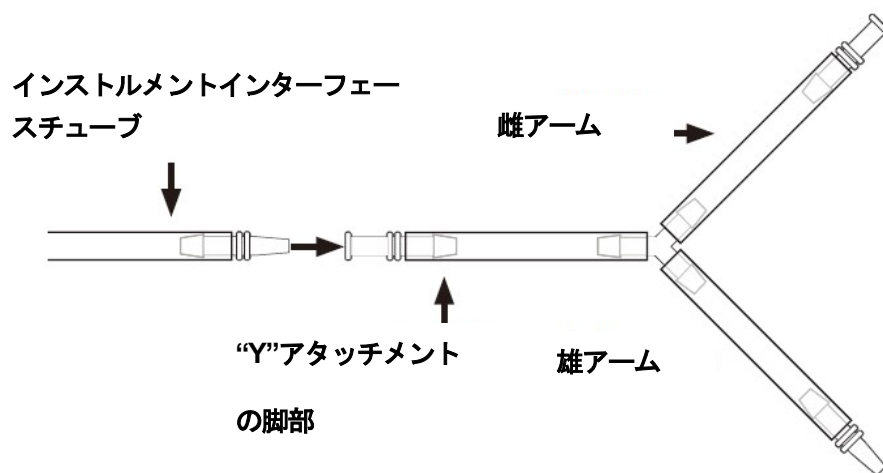

図7-1：デュアルリンス“Y”アタッチメントの取付け
7.1.1 インストルメントインターフェースチューブを“Y”アタッチメントの脚部に接続します。（図7-1参照）。
7.1.2 リンスする器具の雄ルアーフィッティングを“Y”アタッチメントの雌アームに接続します（図7-1参照）。
7.1.3 リンスする器具の雌ルアーフィッティングを“Y”アタッチメントの雄アームに接続します（図7-1参照）。